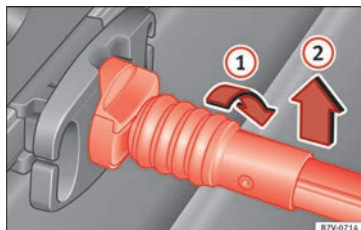

Abb. 96 Kuvertnetz aushängen.
- Haltestange um 90° nach rechts drehen » **Abb. 96** ①, bis die rote Markierung an der Haltestange zu sehen ist. Haltestange nach oben herausnehmen ②.